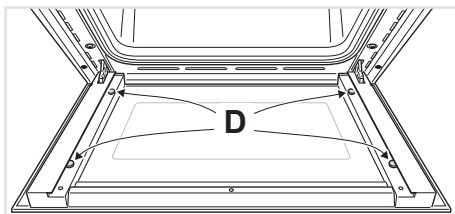

Fig. 7.20
- Vérifiez que les quatre patins en caoutchouc sont en place ("D" sur la fig. 7.20).